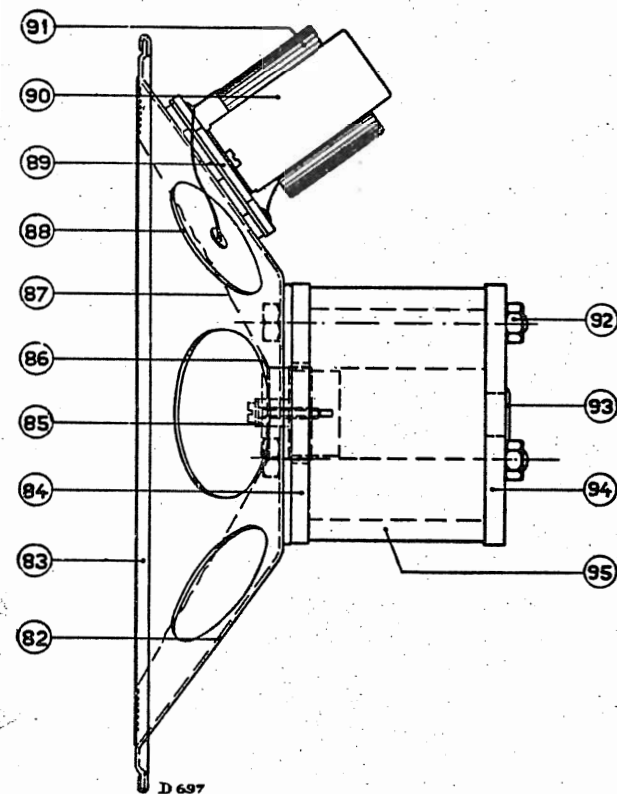

Fig. 8
Een ringvormige magneet (fig. 8 pos. 95) is door middel van 3 bouten (92) tusschen twee weekijzeren platen (84 en 94) geklemd. In de achterste plaat is een weekijzeren kern (93) geklonken, terwijl in de voorste plaat een opening is uitgedraaid, zoodat een luchtspleet van 1 mm verkregen wordt. De centreering van den conus geschiedt door middel van centreerplaatjes van veerkrachtig materiaal (86) waarin een afstandsbusje (85) is gefelst. Een 3 mm schroefboutje klemt deze en daarmee de centreerplaatjes op het kernblokje vast. De flanellen conusrand is met behulp van een felsring aan den conusdrager bevestigd.